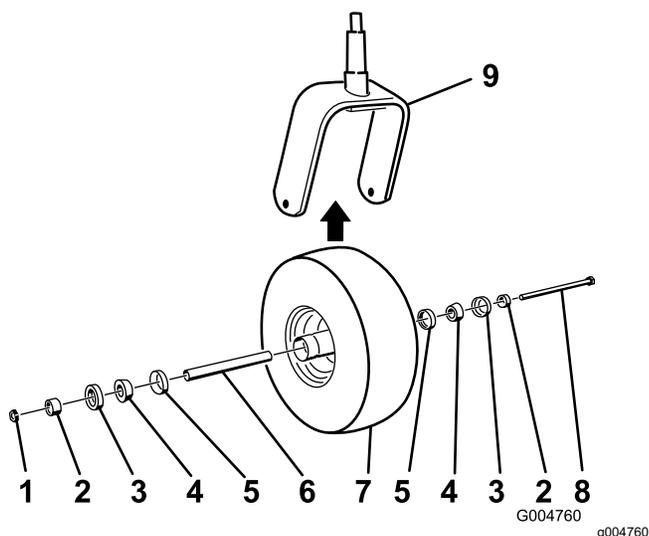

Figura 43
2. Retire a porca de bloqueio do parafuso (Figura 43).
5. Monte a roda empurrando os rolamentos cónicos e vedantes, cheios de massa lubrificante, para dentro do cubo da roda, posicionado conforme ilustrado em Figura 43.